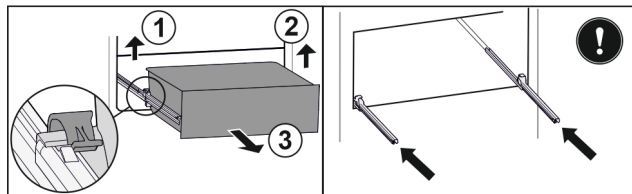

Fig. 142
- Ngrini lart kapësen e majtë dhe në të njëjtën kohë tërhiqni nga përpara sirtarin e majta. Fig. 142 (1)
- Ngrini lart kapësen e djathtë dhe në të njëjtën kohë tërhiqni nga përpara sirtarin nga e djathta. Fig. 142 (2)
- Hiqni sirtarin nga përpara. Fig. 142 (3)